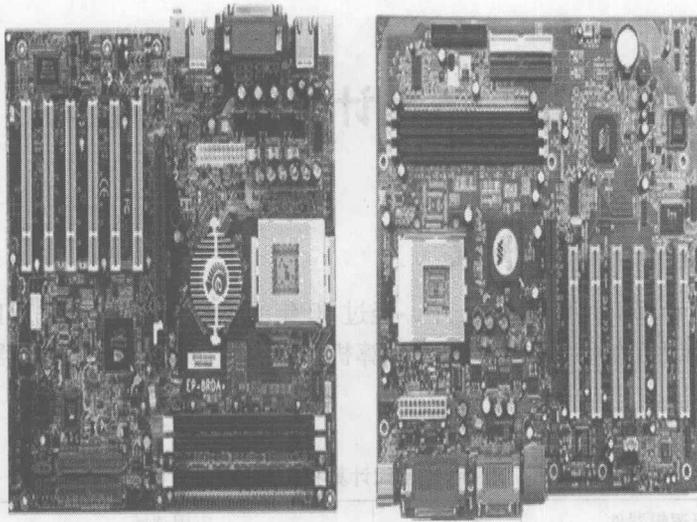

图 1-2 主板的结构
(1) 主板 (Mainboard)。主板也叫 motherboard，如图 1-2 所示，是一块控制和驱动计算机的印制电路板，它是计算机硬件系统的核心。